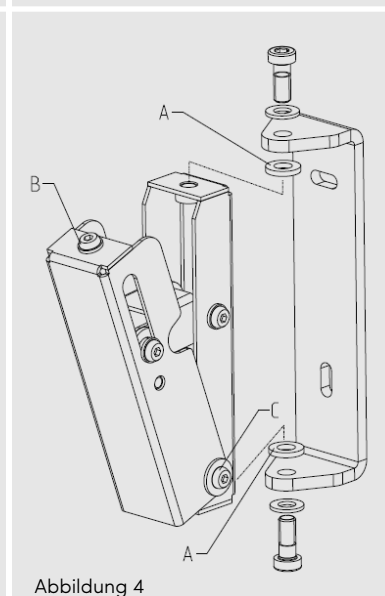
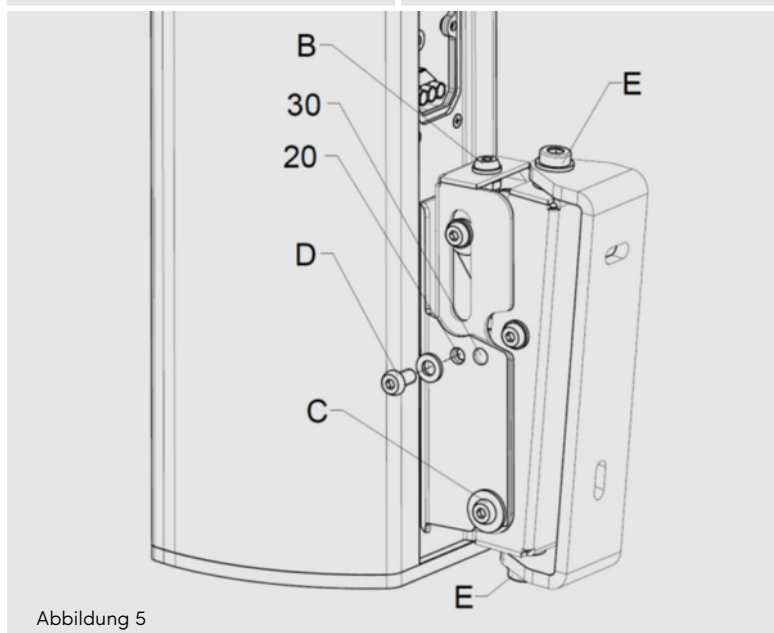

Abbildung 4
Abbildung 5
4. Befestigen Sie den **WLX-100** oder **WLX-221** mit zwei Schrauben und Dübeln am Gebäude. Hierzu muss der Halter vom Wandwinkel demontiert werden. Die beiden Zahnscheiben (A) müssen wieder jeweils zwischen Halter und Wandwinkel platziert werden. Montieren Sie den Wandwinkel mit dem horizontalen Langloch nach oben. **SIEHE ABBILDUNG 4.**
5. Drehen Sie die Verstellspindel (B) nach rechts bis der Halter in einer ungefähr senkrechten Stellung ist.
6. Setzen Sie den Lautsprecher mit dem Aufnahmeblech auf den Wandhalter. Dabei muss das Aufnahmeblech beidseitig in der Schraube (C) einrasten. **SIEHE ABBILDUNG 5.**
7. Danach werden beidseitig die Fixierschrauben (D) eingeschraubt und festgezogen auf 8-10 Nm. Dabei gibt es zwei Möglichkeiten: Wird die vordere Bohrung (20) verwendet, ergibt sich ein Verstellwinkel von 0-20°; wird die hintere Bohrung (30) verwendet, ein Winkel von 10-30°.
8. Stellen Sie den gewünschten Neigungswinkel ein. Drehen Sie die Verstellspindel (B) nach links wird der Neigungswinkel erhöht, nach rechts wird er verringert. Dabei sollten Sie den Lautsprecher etwas entlasten und in Richtung Wandhalter drücken.
9. Lösen Sie die Klemmschrauben (E) der Horizontalachse etwas und drehen Sie den Lautsprecher in seine gewünschte Position.
10. Sind Neigung und Drehung zufriedenstellend, ziehen Sie die Klemmschrauben (E) mit 20 Nm an. Ziehen Sie die übrigen Schrauben (C, F, G) mit 8 bis 10 Nm an.